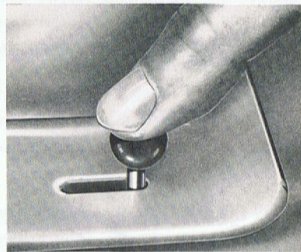

Abb. 17
- 1/D-3 Für eine zeitweise Ausschaltung des Transporteurs, den schwarzen Knopf **drückend** nach rechts schieben (Abb. 17).